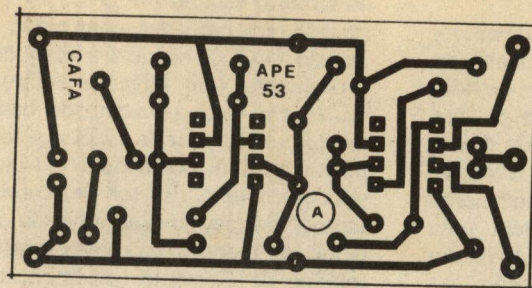

Fig.2
- FIG. 2 - LAY OUT DO CIRCUITO IMPRESSO ESPECÍFICO - São dois módulos (placas) no Impresso do CAFA... Um deles (A) conterá os componentes principais do circuito, e o outro (B) funcionará como mero sensor para as cargas/campos elétricos. Ambos os padrões cobreados estão na figura, em seus tamanhos naturais (escala 1:1), podendo então ser copiados diretamente.... Embora não obrigatório, recomenda-se que ambas as placas (ou pelo menos a "B") seja implementadas em substratos de fibra de vidro, e não em fenolite comum, devido às melhores características isoladoras e menor retenção de umidade do primeiro material... Quanto aos aspectos práticos da confecção das placas, já foram exaustivamente mencionados e ensinados em Edições anteriores de APE...